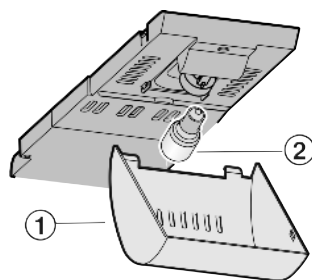

Fig. 13
- ▶ Тримайте кришку Fig. 13 (1) спереду та зніміть ззаду з фіксаторів.
- ▶ Замініть лампочку Fig. 13 (2).
- ▶ Вставте кришку Fig. 13 (1).